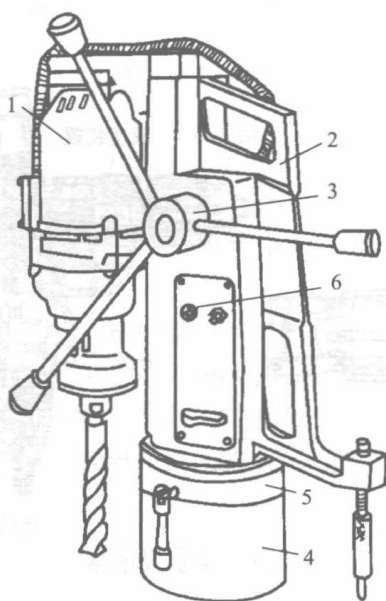

图 1-7 磁座钻外形
③ 磁座钻。磁座钻又称吸附电钻。它是将电钻 1 安装在设有电磁吸盘 4、进给装置 3、回转机构 5 的机架 2 上，同时附有断电保护控制装置，其指示信号用蜂鸣器 6 表示。磁座钻外形如图 1-7 所示。电磁吸盘利用电流的电磁效应使铁芯磁化而产生吸力，将电钻吸附在被加工的钢铁件上。适用于大型冷作件的钻孔和侧面、向上钻孔作业。如在钢板上气割法兰时，先用磁座钻钻个孔，便于切割。进给装置能在 $0\sim 190\text{mm}$ 深度范围内钻削 $\phi 3\sim 23\text{mm}$ 的孔径；回转机构能使磁座钻作 $0\sim 40\text{mm}$ 的径向位移并在 $0^\circ\sim 330^\circ$ 范围内自由调节，用以对准所需要的钻孔位置，进行钻孔作业。电磁吸盘的最大吸力为 10kN ，最大保护吸力为 8kN 。为确保操作安全，磁座钻上设有断电保护控制装置。当外加电源突然切断时，磁座钻还能继续吸附 $8\sim 10\text{min}$ ，同时，蜂鸣器发出信号，即采取相应的安全措施。